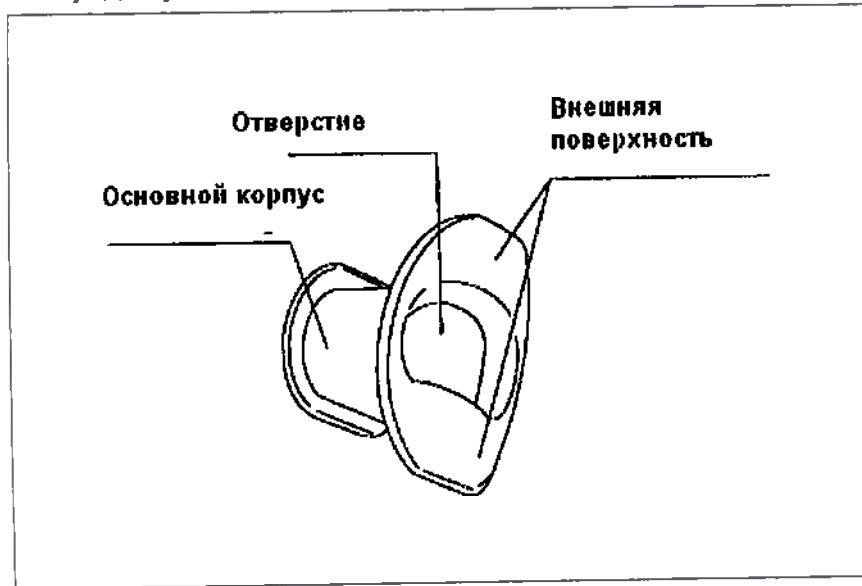

Рисунок 3.11
1. Убедитесь, что Мундштук не имеет трещин, деформаций и не выцвел (смотрите Рисунок 3.11).
2. Проверьте излишнее растяжение или другие отклонения по всей поверхности Мундштука, с помощью пальцев (смотрите Рисунок 3.11).